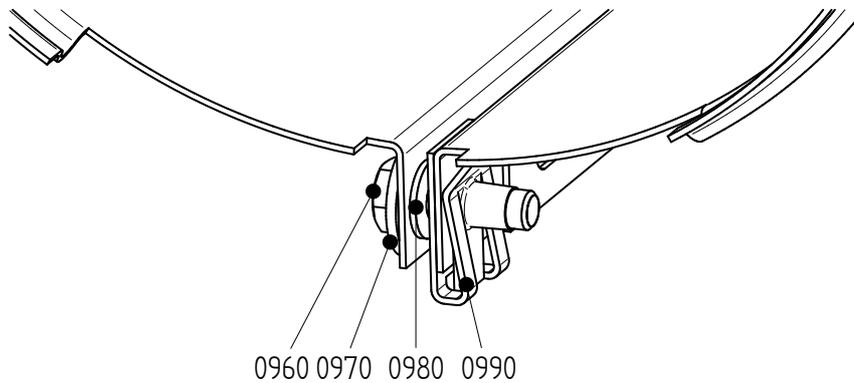

Abbildung 12: Montieren der Haube.
- 1 Schrauben lösen (0960). Siehe Abbildung 12.
- 3 Schutzhaube schließen und Schraube (0960) anbringen. Siehe Abbildung 12.
- 5 Schutzhaube schließen und Schraube (0960) anbringen. Siehe Abbildung 12. Die Schutzhaube auf der Motorseite so weit wie möglich in Richtung des Motors schieben. Beide Hauben mit Schraube (0960) sichern.